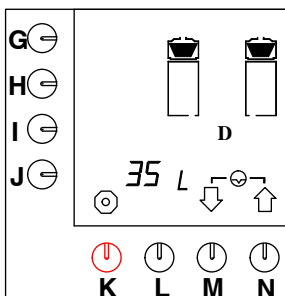

Fig. 40 Nollställning dagräkneverk bryggarsystem
- Tryck på valtangenten (M.)↓ tills fig. 40 visas på displayen.